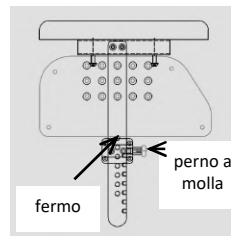

fig. 26: kit spondina
- Kit spondine (fig. 26) (qualora presente)